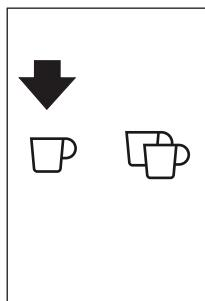

Рис. 19
- Можно приготовить одну порцию кофе, нажав сенсорную кнопку □ (B10) (Рис. 19).